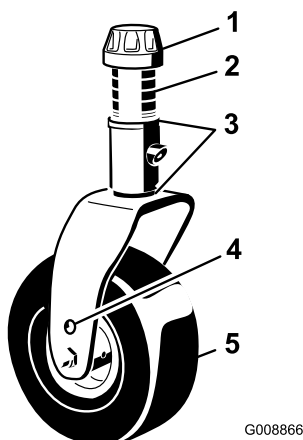
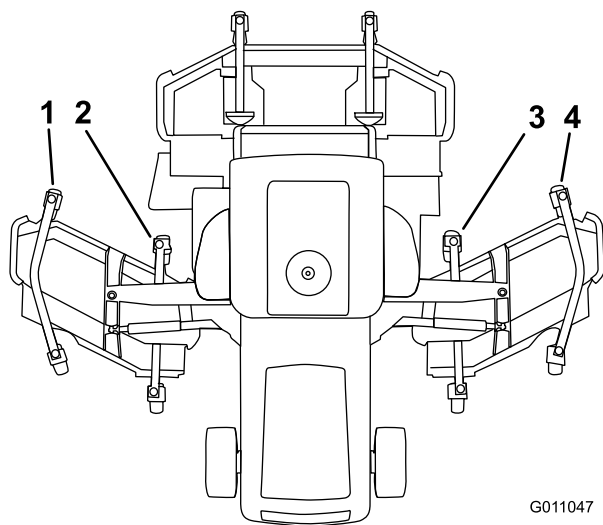

Figure 32
Figure 33
3. Si le bord intérieur du plateau de coupe latéral est trop élevé par rapport au bord extérieur du plateau de coupe avant, retirez une cale de 3 mm au bas du bras pivotant intérieur avant du plateau latéral (Figure 32) et Figure 33). Vérifiez à nouveau la distance entre les bords extérieurs des deux plateaux de coupe latéraux et la distance entre le bord intérieur du plateau de coupe latéral et le bord extérieur du plateau de coupe avant.
4. Si le bord intérieur est toujours trop élevé, retirez encore une cale de 3 mm au bas du bras pivotant intérieur avant **et** une cale de 3 mm du bras pivotant extérieur avant du plateau de coupe latéral (Figure 32 et Figure 33).
5. Si le bord intérieur du plateau de coupe latéral est trop bas par rapport au bord extérieur du plateau de coupe avant, ajoutez une cale de 3 mm au bas du bras pivotant intérieur avant du plateau latéral (Figure 32 et Figure 33). Vérifiez la distance entre les bords extérieurs des deux plateaux de coupe latéraux et la distance entre le bord intérieur du plateau de coupe latéral et le bord extérieur du plateau de coupe avant.